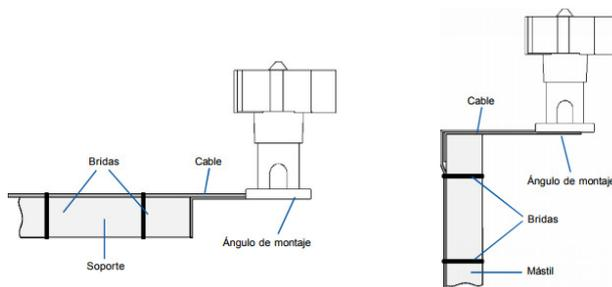

Fig. 3
- El sensor se debe posicionar en un ángulo correcto. El cable de conexionado debe ser fijado con bridas para evitar daños por altas velocidades de viento. (Fig. 3)